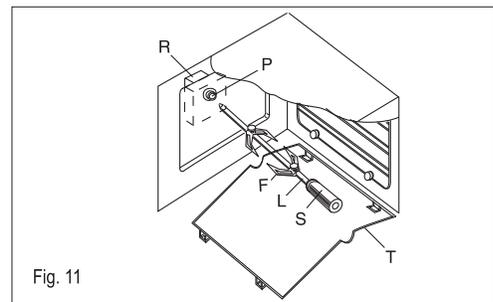

Fig. 11
50 ÷ 200	<p>Branchement de la résistance du gril total  (moteur tournebroche selon les modèles, voir Fig.11).                  Cette fonction sert pour les cuissons à la broche, pour griller et gratiner.</p>
<p>50 ÷ 200</p>	<p>Branchement de la résistance du gril total  (moteur tournebroche selon les modèles, voir Fig.11). Cette fonction sert pour les cuissons à la broche, pour griller et gratiner.</p>
- Introduire l'extrémité de la broche dans le moteur M placé dans la partie arrière du four (fig.11).